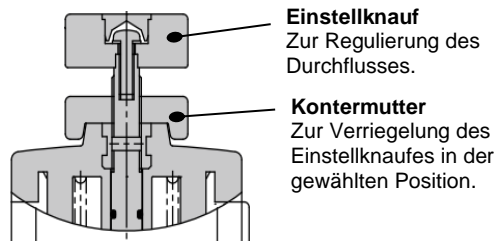

Abb. 3 - Durchflusseinstellung
4.2 Durchflusseinstellung (Abb. 3)